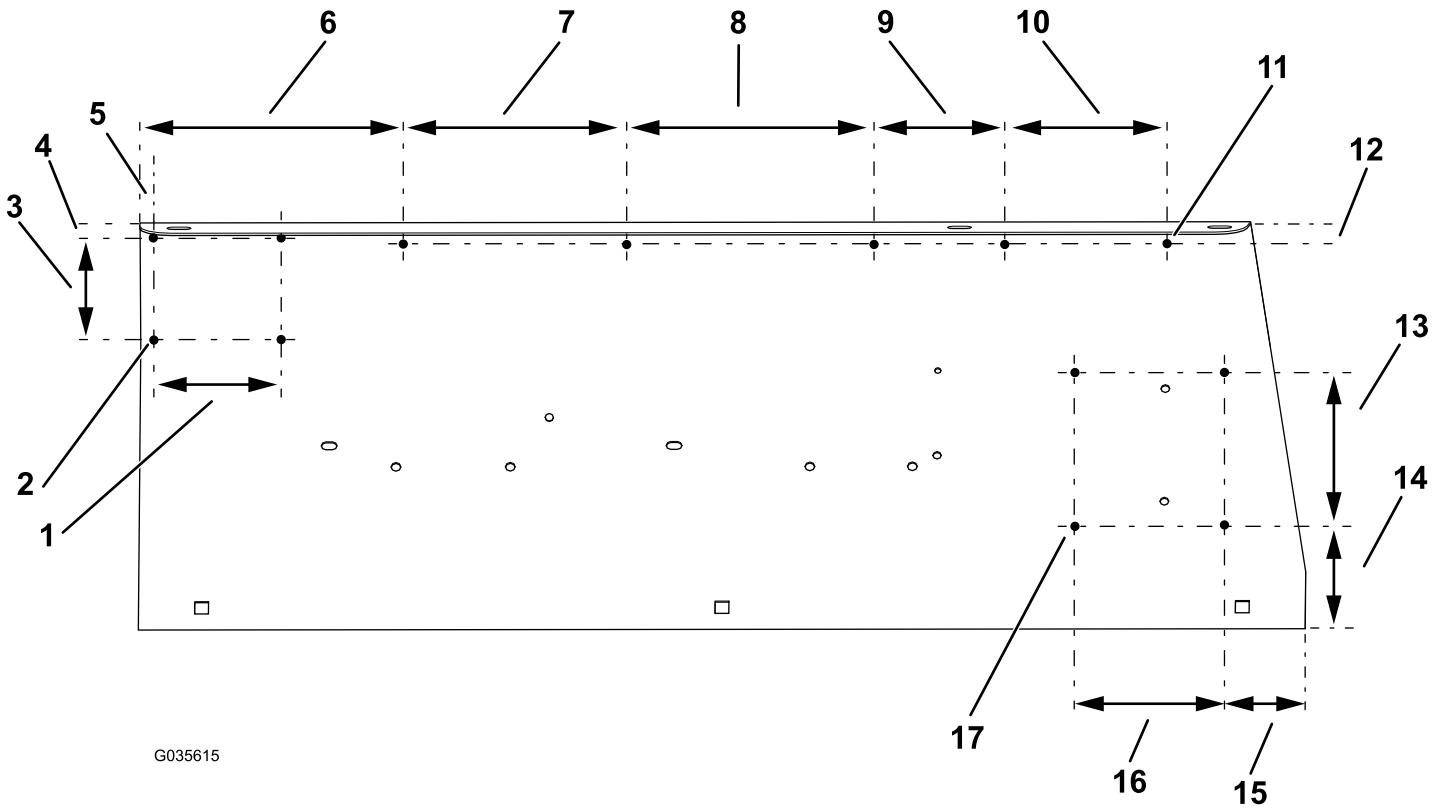

**Figura 3**
7. Retire el controlador y el arnés de cables de la defensa del guardabarros (Figura 3).